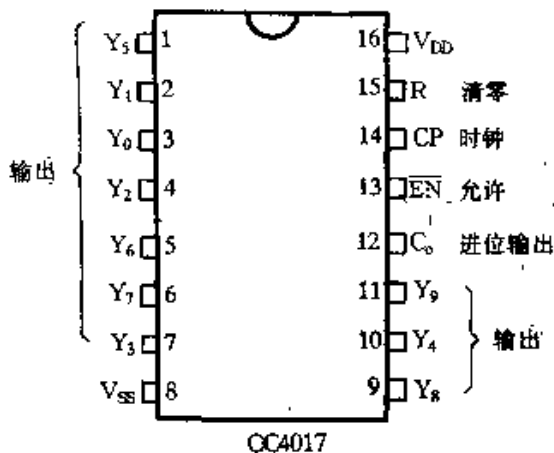

图 2-385
⑬ 图 2-385 所示为十进制计数/分配器 CC4017 引脚功能图。CC4017 具有三个输入端:清零端 R,时钟端 CP,允许端 $\overline{\text{EN}}$ 。如果要用上升沿来计数,则信号由 CP 端输入;如果要用下降沿来计数,则信号由 $\overline{\text{EN}}$ 端输入。CC4017 具有十个输出端 $Y_0 \sim Y_9$,每个输出端的状态与输入计数器的脉冲个数相对应。另外,为了级联方便,还设有进位输出端 C_0 ,每输入 10 个脉冲就输出一个进位脉冲。